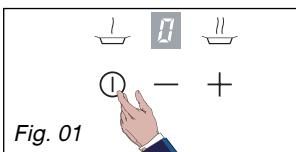

Fig. 01
— **Seleccione** el quemador que desea utilizar colocando el dedo bien recto y plano sobre el mando ① correspondiente (*Fig. 01*).